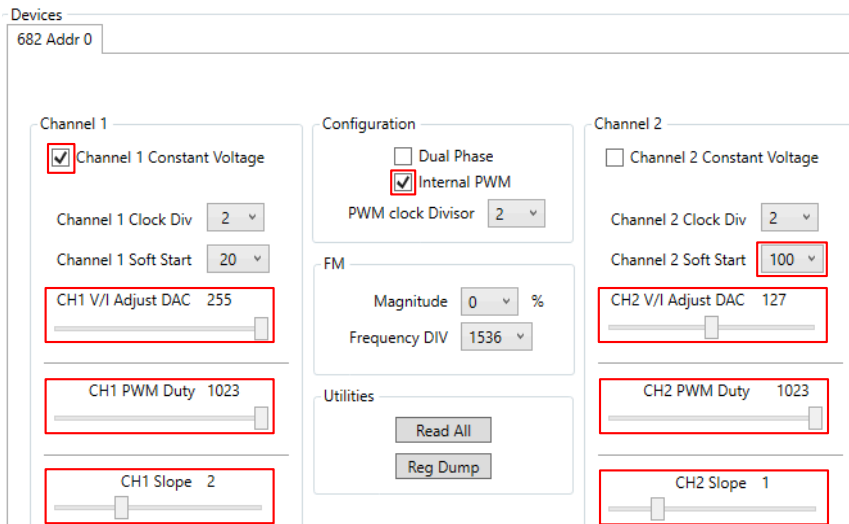

图 7-8. 器件窗口设置
应用图 7-8 中所示的设置。
7. 默认情况下，“CHx-Slope”设置为代码“5”，对应于 250mV 峰值斜率。对于 TPS92682EVM-125，建议将两个通道的斜率设置为代码“2”和“1”，如图 7-8 所示。